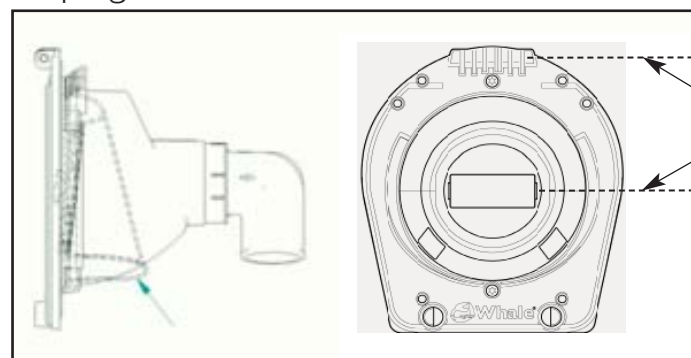

Abb. 11
6. Bei der Installation der neuen Membran ist sicherzustellen, dass sie richtig positioniert ist (siehe Abb.11). Zur Erleichterung der Installation kann ein wenig Schmiermittel (pflanzliches Öl) auf die Membrankante aufgetragen werden.